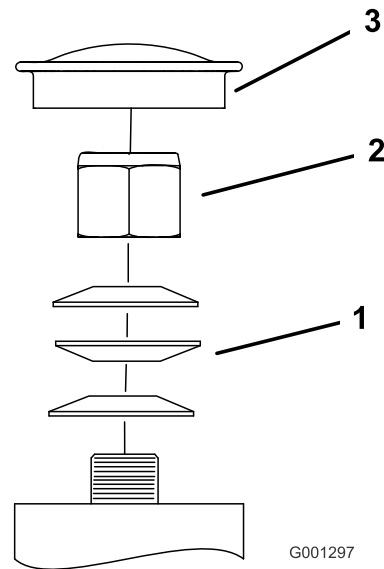

Figura 58
3. Retire el tapón anti-polvo de la rueda giratoria y apriete la contratuercas (**Figura 58**).
4. Apriete la contratuercas hasta que las arandelas de muelle estén planas, luego afloje 1/4 de vuelta para establecer la pre-carga correcta de los cojinetes (**Figura 58**).
Importante: Asegúrese de que las arandelas de muelle están correctamente instaladas, según se muestra en **Figura 58**.
5. Coloque el tapón guardapolvo (**Figura 58**).